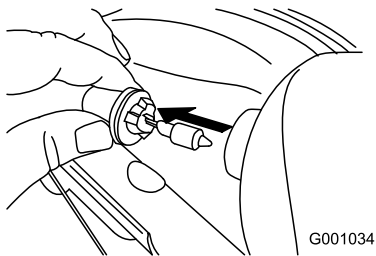

Рисунок 59
- Выньте лампу прямо с тыльной части фары (Рисунок 59).